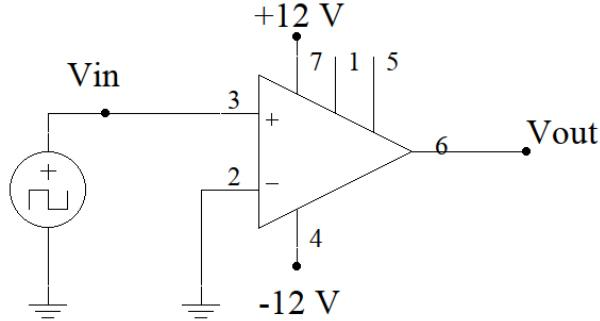

Figura 1: Funcionamiento del operacional a lazo abierto.
- Armar el circuito de la Figura 1. Tener en cuenta que la tierra del generador y la de la fuente de alimentación deben estar conectadas entre sí.